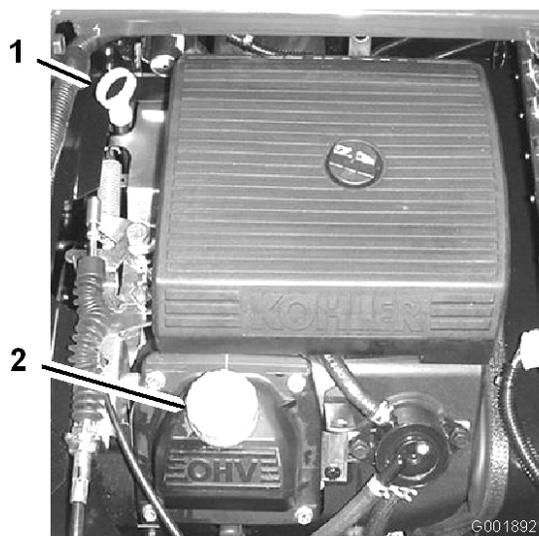

Figura 21
2. Retire a vareta e limpe-a com um pano limpo (Figura 21). Volte a colocar a vareta no tubo e verifique se está completamente introduzida. Retire a vareta e verifique o nível de óleo.
(Figura 21) e deitar óleo na abertura até que o nível suba até à marca "Full" (Cheio) da vareta; consultar a secção Manutenção do óleo do motor, Manutenção do motor, página 50, acerca do tipo e viscosidade do óleo. Adicione o óleo lentamente e verifique o nível com alguma frequência durante o procedimento. Não encha demasiado.